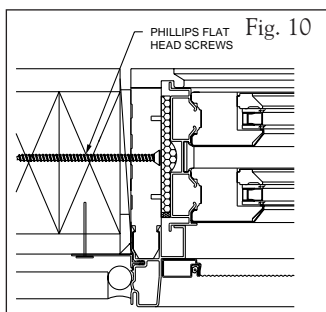
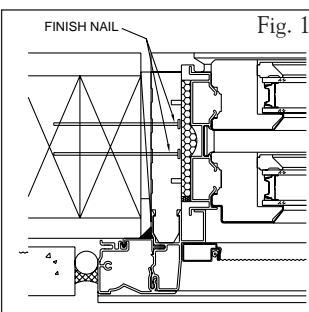

Fig. 10
Fig. 11
Este procedimiento requiere que se coloquen tornillos Phillips de cabeza plana N° 10 x 2 1/2" (64 mm) a través de la jamba, en la abertura rústica (Fig. 10). En lugar del tornillo se pueden usar dos (2) clavos de acabado 10d (Fig. 11).